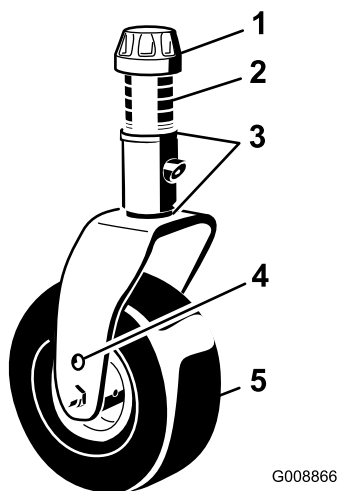

Figure 138
1. Enlevez le chapeau de tension de l'axe de pivot et sortez l'axe du bras de la roue pivotante (Figure 138).
Retirez le chapeau de tension et la fourche de la roue pivotante (Figure 138).